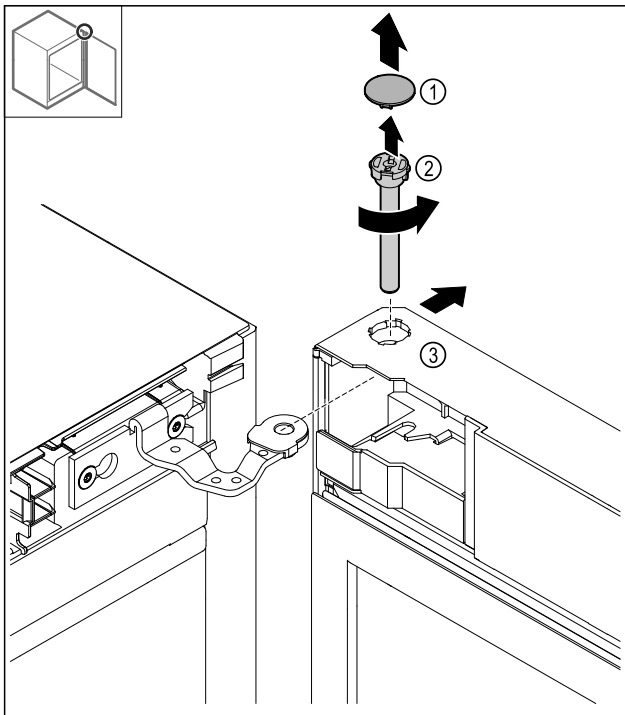

Fig. 18
- Sejměte kryt Fig. 18 (1).
- Uvolněte a vytáhněte čep Fig. 18 (2) proti směru hodinových ručiček.
- Dveře Fig. 18 (3) mírně naklopte.